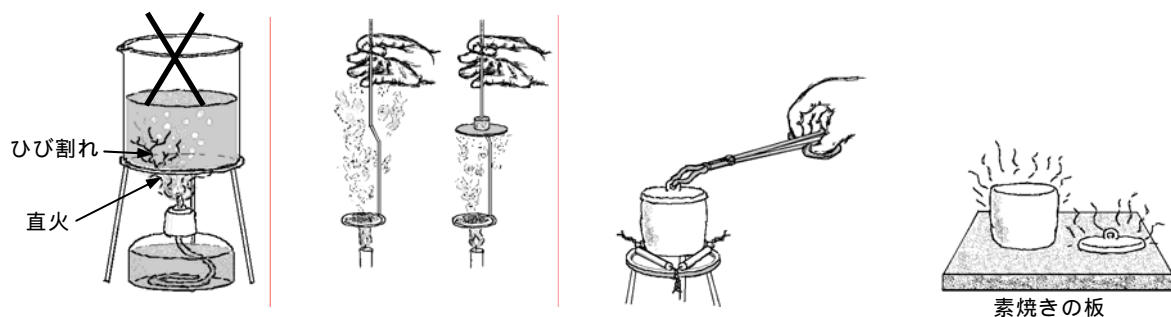

図 26 加熱時の操作 2
- (カ) ガラス製の容器は、一部を強熱すると割れる恐れがあるため、加熱するときは、必ず金網を敷いて加熱する。(図 26 )
- (キ) 燃焼さじを使うときは、高温の上昇気流でやけどをすることがあるので、上端を持つか、フタ(金属の円盤など)を付けるようにする。(図 26 )
- (ク) 加熱した蒸発皿やルツボを手で触るとやけどをするので、ルツボばさみで慎重に扱う。加熱後、机の上に直接置くと火事の原因となるので、素焼きの板などの上に置く。(図 26 , )